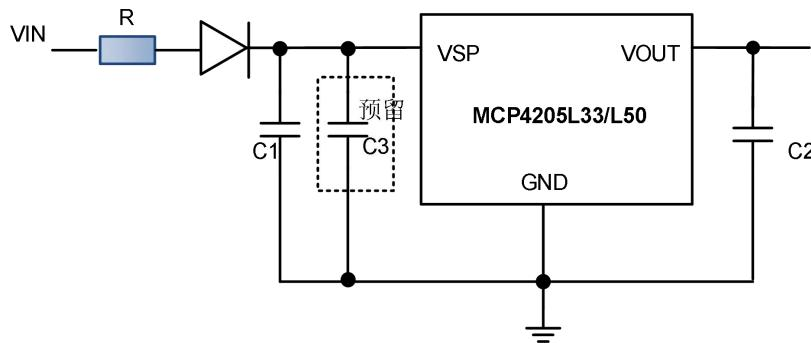

图 6-1 MCP4205L33/L50 应用电路
- 2) 图 6-1 给出了一种典型应用电路。为了确保控制环稳定, MCP4205 输出端需要一个容值至少  $1\mu F$ 、ESR 最大  $4R$  的输出电容, 其中钽电容和多层陶瓷电容都合适。
- 4) 为了缓冲电源线影响, 可在图 6-1 所示的应用电路中的输入端增加了一个  $470\mu F$  的电解电容  $C3$ 。特别是器件由几米长的电源线供电, 则推荐增加该电容。